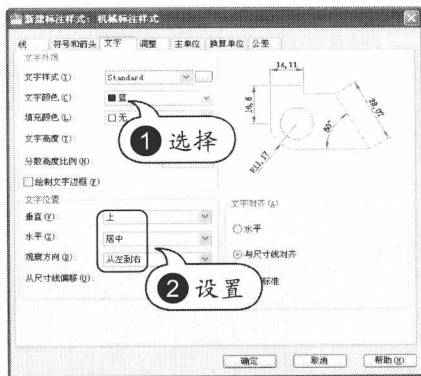

图 1-25 设置文字
STEP 05 设置文字。在“文字”选项卡中设置文字颜色和位置，如图 1-25 所示。